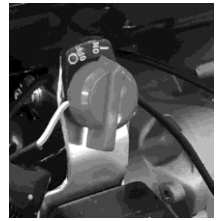

Fig. 17
2. Mettez l'interrupteur du moteur en position OFF (Fig. 17).